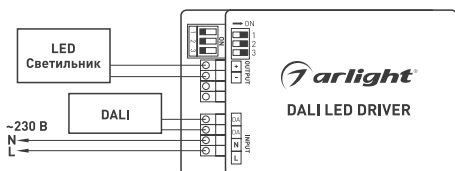

Рисунок 1. Подключение источника питания при использовании интерфейса DALI
- 3.3. Подключите источник питания в соответствии с выбранной схемой управления (рис. 1–4). Строго соблюдайте полярность подключения!